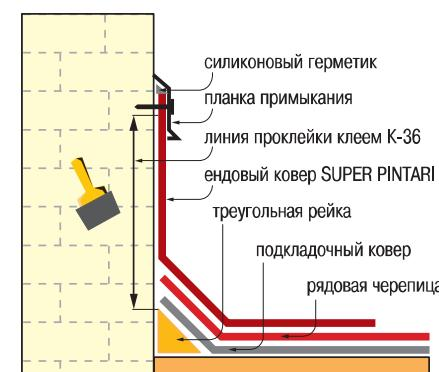

Рис. 17 Герметизация трубы.
5.9.2. Примыкание кровли к стене или трубе из кирпича, оштукатуренного цементно-песчаным раствором выполняется в следующем порядке (узел 10-11). В месте стыка поверхности крыши со стеной нашивается деревянная рейка треугольного сечения 50x50 мм. Подкладочный слой и кровельная черепица заводятся на рейку, а стыки промазываются kleem K-36. Вдоль стены приклеиваются kleem K-36 полосы из рулонного материала Ruflex Super Pintari. На стену эта полоса Ruflex Super Pintari заводится не менее чем на 300 мм, а на скат – не менее чем на 200 мм. Верхнюю часть наклеенной на стену полосы Ruflex Super Pintari защищают металлической планкой примыкания, которую крепят к стене механически, с герметизацией силиконовым герметиком (рис. 17).